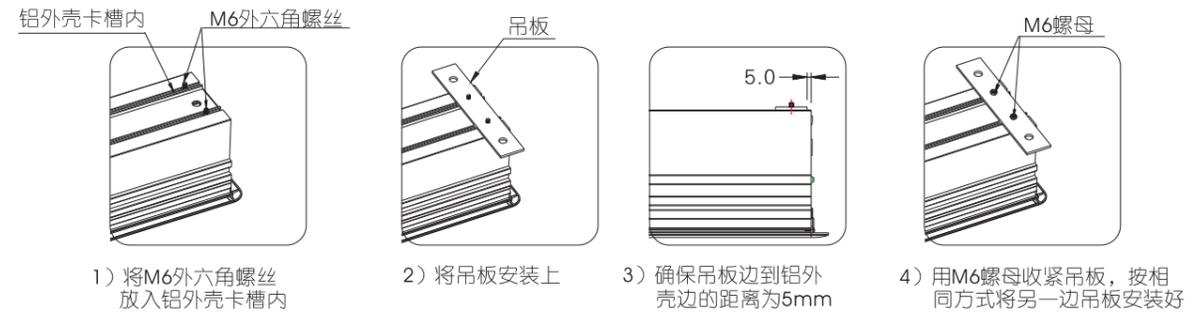

图12
5.将整支银幕开口向下放置,用M6螺丝、螺母将左右二块吊板安装在银幕上,安装步骤如图12所示: